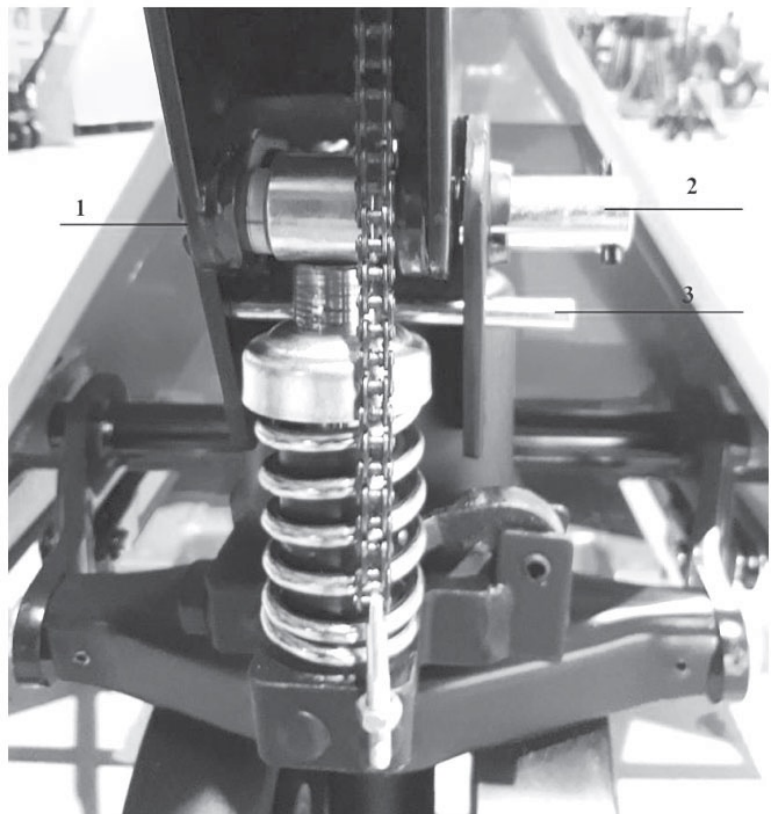

Imagen 1
- 2.5 Retire el bloqueo de la bomba (ver imagen 1, 3)